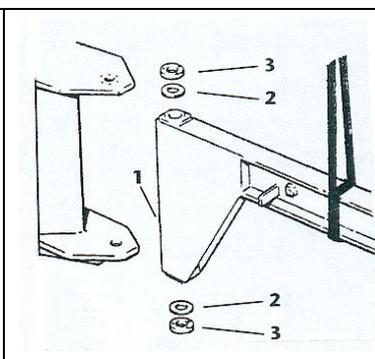

fig. 46
2. Accostare il braccio alle piastre (della mensola o della colonna) e posizionare nella parte superiore del canotto **1** il disco di frizione **2** ed il disco di pressione **3**, predisponendo, contemporaneamente, anche l'alloggiamento del disco di frizione **2** ed il disco di pressione **3** nella parte inferiore (fig. 46).